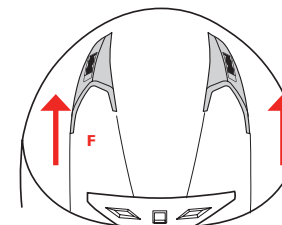

ABBILDUNG 5
- Abbildung 5: Schieben Sie den Schieberegler nach hinten, so dass die Lüftungsöffnungen vollständig geöffnet sind.